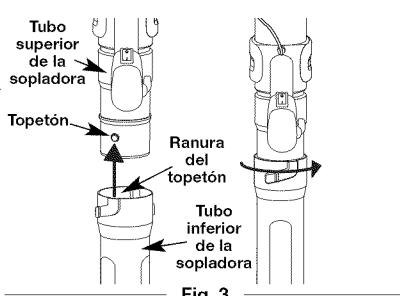

Fig. 3
- Inserte el tope del tubo superior de la sopladora en la ranura de tope de la tubo inferior de la sopladora (Fig. 3).
- Mientras sujetá el tubo superior del soplador, gire a la derecha el tubo inferior del soplador hasta que encaje en su lugar (Fig. 3).